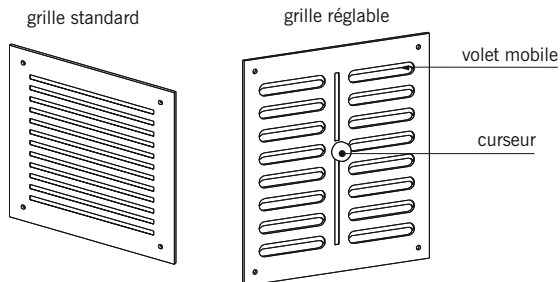

fig. 18.1
■ **La grille de ventilation ou grille d'aération** (fig. 18.1) : plaque perforée en tôle ou en plastique, mise en place sur un mur préalablement percé pour assurer, le plus souvent, une ventilation naturelle.